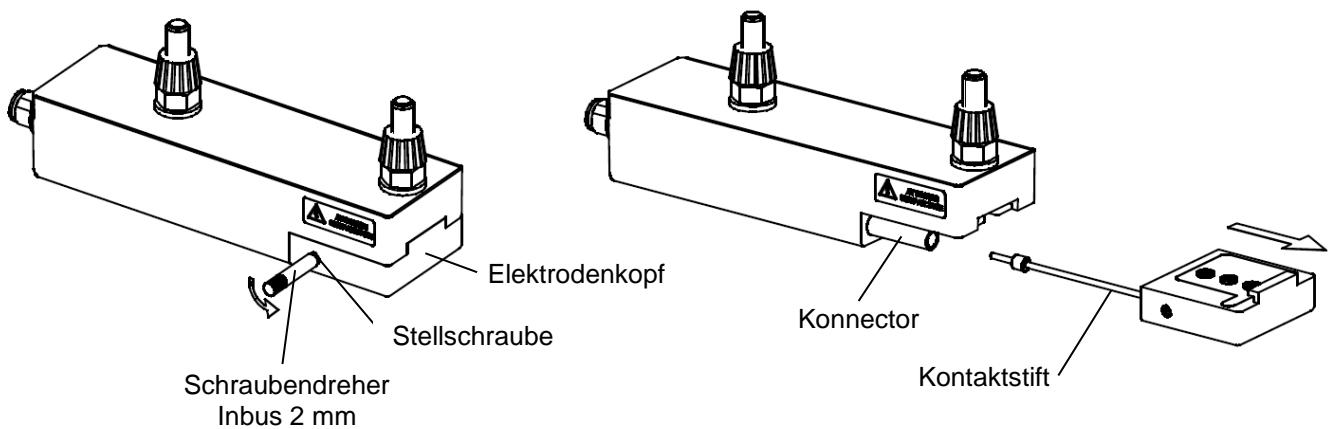

Abbildung 6, Standard niedriger Elektrodenkopf ersetzen
- 2 Schieben Sie den Elektrodenkopf vom Perfomaster ab (siehe Abbildung 6).